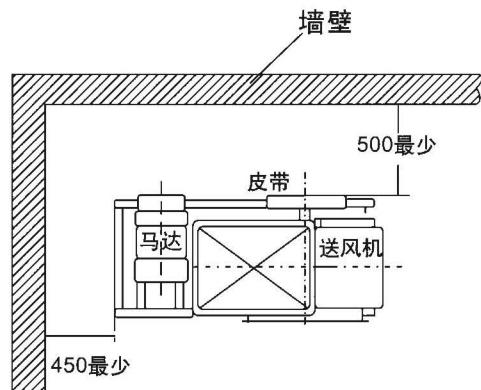

图2
(1) 送风机安装位置必须留有足够空间为了：
(2) 图2所示为一般送风机安装位置周围所需空间。